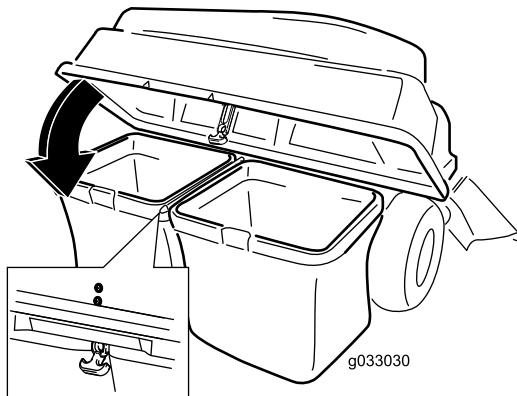

Bild 23
5. Senken Sie die Abdeckung des Heckfangsystems auf die Körbe ab (Bild 23).
6. Befestigen Sie die Abdeckung mit dem Riegel (Bild 23).